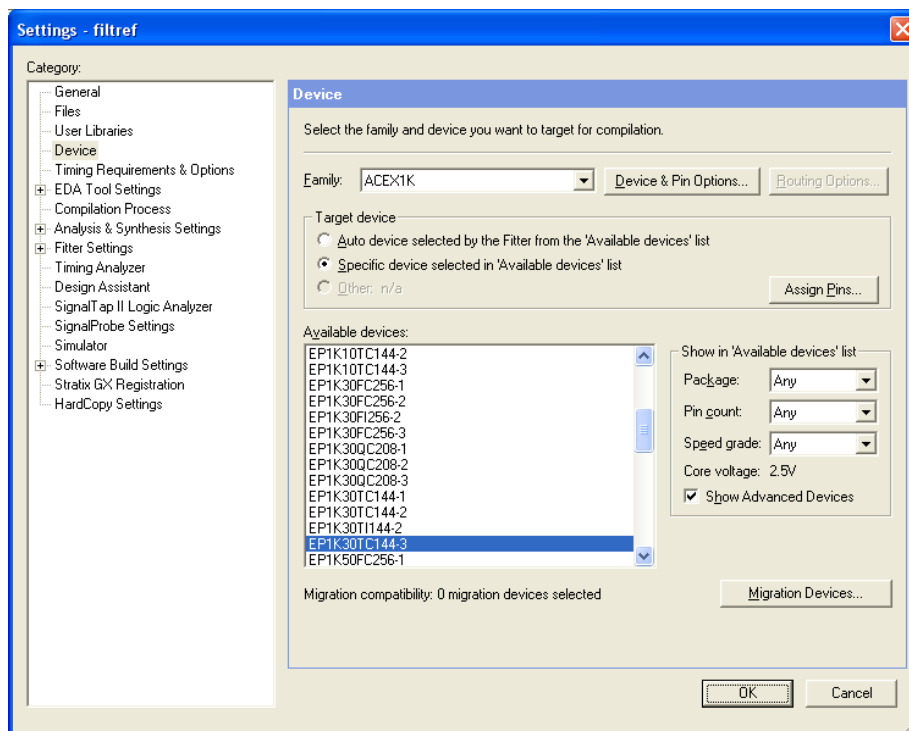

Рис. 6.13. Вибір сімейства і мікросхеми ПЛІС для проекту.
8. Виберіть мікросхему ПЛІС в списку **Available device** (рис. 6.13).